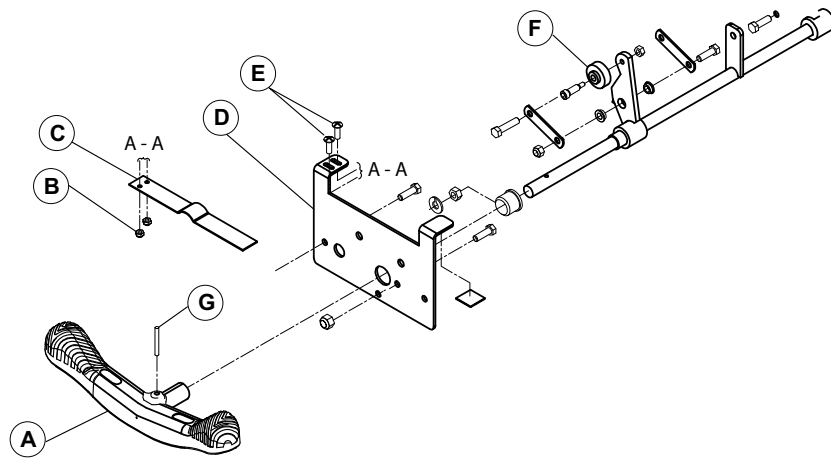

Figure 10 – Remplacement de la plaque de guidage neutre
6. À l'aide d'un tournevis cruciforme n° 2 et d'une clé mixte de 3/8 po, retirer les deux contre-écrous (B) et les deux vis (E) qui fixent la plaque de guidage neutre (C) à la plaque de support gauche (D) (Figure 10). Conserver les contre-écrous et les vis.
2. Mettre la pédale de frein/guidage (A) en position neutre (Figure 10).
3. À l'aide d'un poinçon de 3/16 po et d'un marteau, retirer la goupille à ressort (G) qui fixe la pédale à l'arbre de la pédale (Figure 10). Conserver la goupille à ressort.